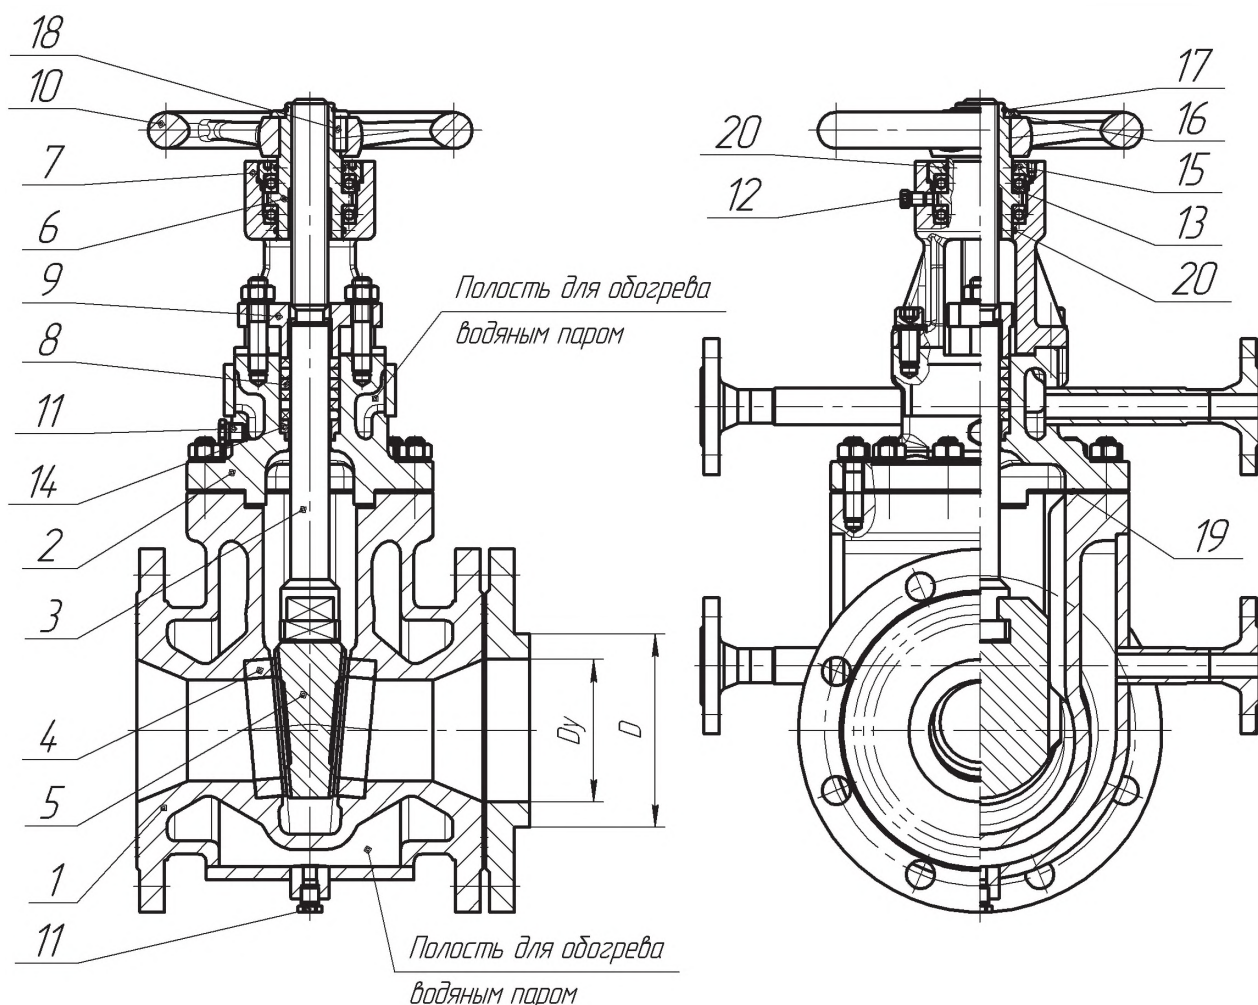

рис. 1. Задвижка с обогревом
Проточная часть задвижки (рис.1) состоит из корпуса (1) с седлами, крышки (2), запорного органа (клина 5), шпинделя (3) с трапецеидальной резьбой и сальникового уплотнения, состоящего из крышки сальника (9), колец уплотнительных (8) и кольца поднабивочного (14).